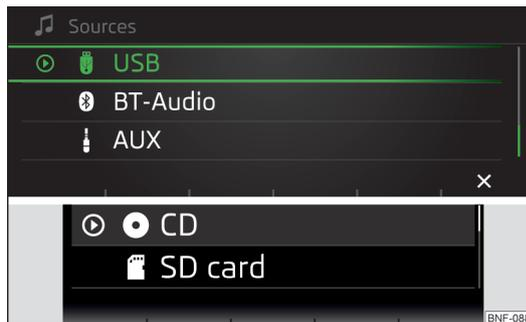

Fig. 103
- › Appuyez sur la touche de fonction **[M]**. Avec le bouton rotatif **[R]** sélectionnez la source audio » fig. 103 et sélectionnez le dossier/titre souhaité(e).